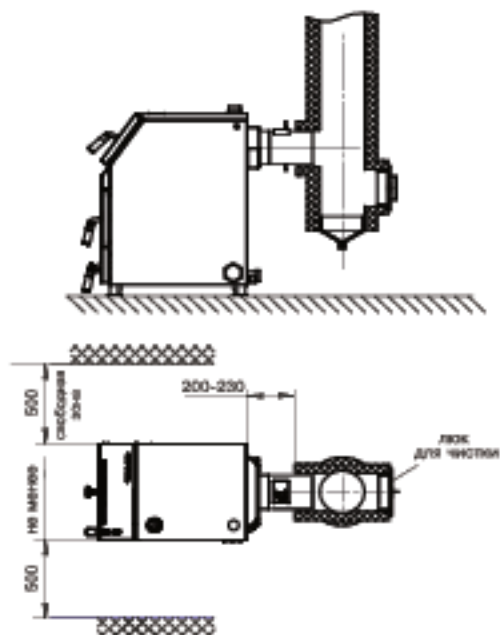

Рис.5 Схема установки котла
6.1.2. Перед установкой котла на ограемые конструкции здания под котлом и перед его фронтом на 500мм необходима прокладка стальных листов толщиной 0,6 - 1,0 мм по асбестовому или базальтовому картону, толщиной 3-5мм. Схема установки котла показана на рис. 5.